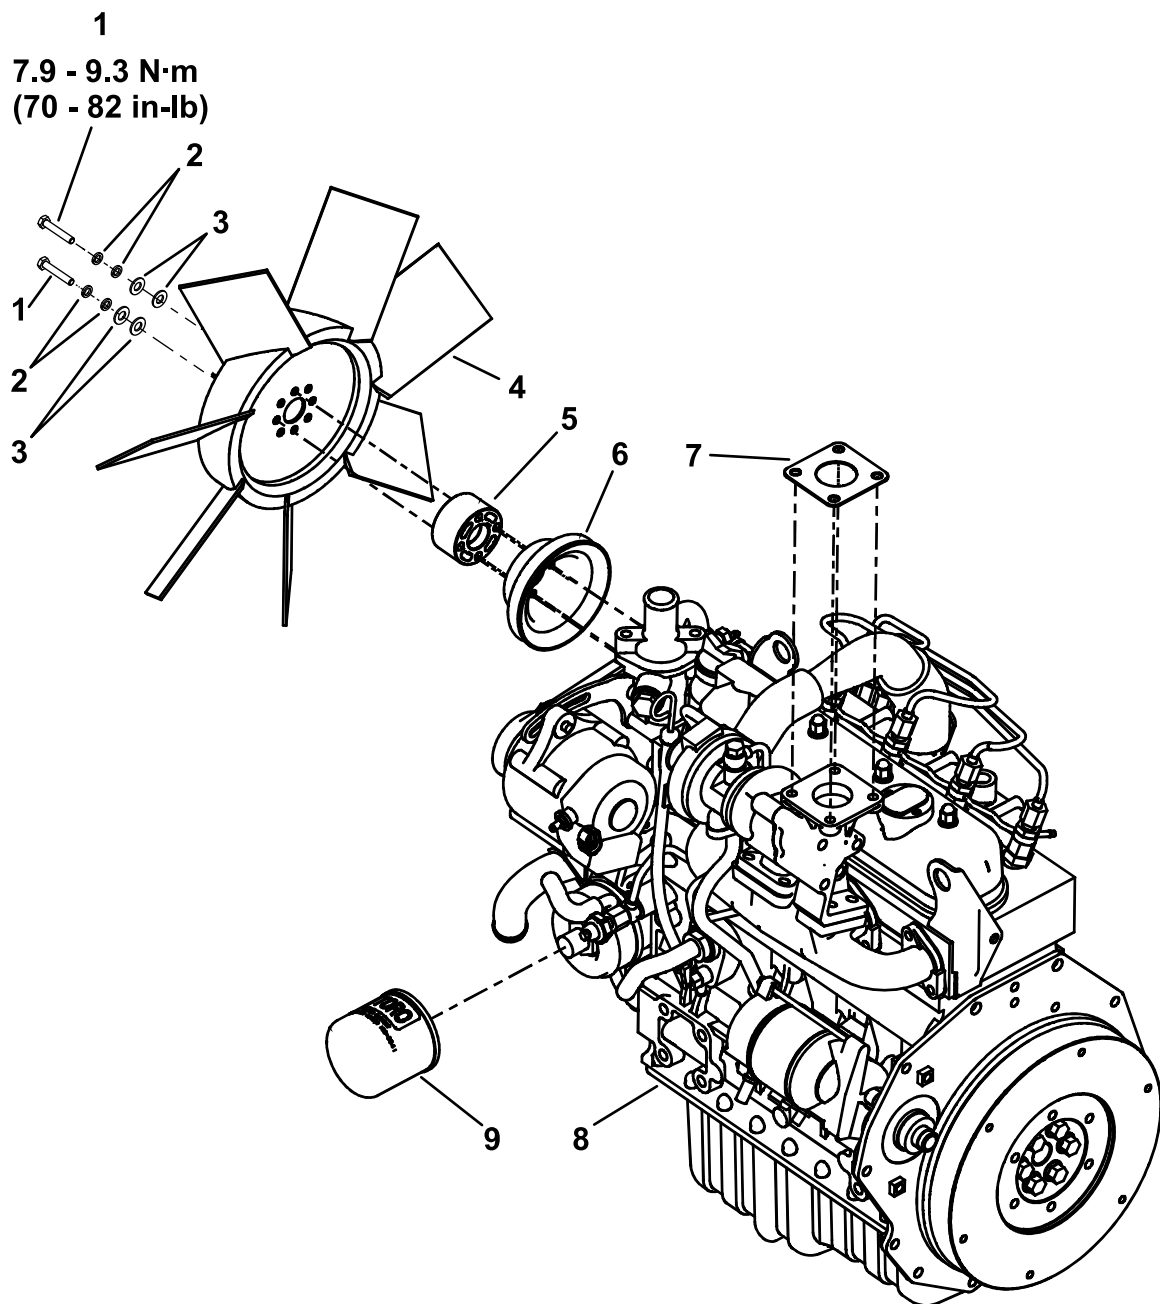

Bild 4
1. Bestellen Sie einen neuen Ölfilter und eine neue Auspuffdichtung (Bild 4). Die richtigen Teilenummern finden Sie in der Toro *Teileliste*.
2. Bauen Sie mit Ausnahme des Ölfilters und der Auspuffdichtung die unter Bild 4 dargestellten Teile aus dem alten Motor aus und bauen Sie diese an den neuen Motor an, einschließlich des neuen Ölfilters und der Auspuffdichtung.